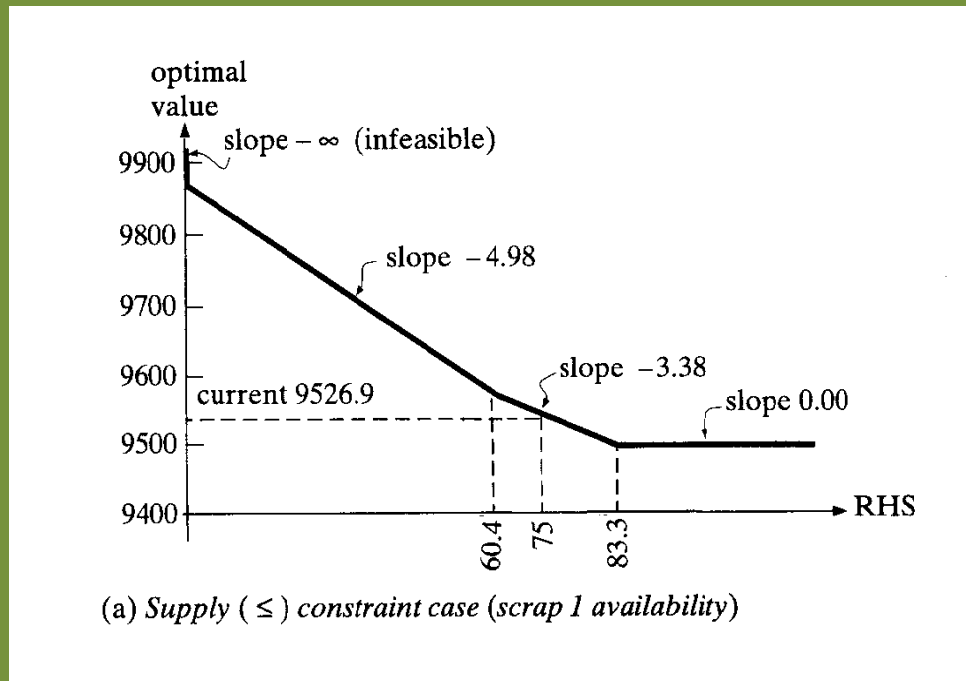

Figura 2.8: Coste óptimo en función de cambios en b_2 .
- Según la Figura 2.8, el coste óptimo asociado es 9526.9 coronas suecas ($C_2(75) = 9526,9$).
- *Gráfica ‘Chatarra tipo I’*: Ver Figura 2.8.